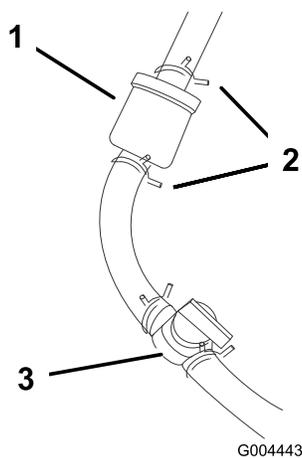

Figure 45
4. Fermez le robinet d'arrivée de carburant (Figure 45).
5. Pincez les extrémités des colliers et faites glisser ceux-ci pour les éloigner du filtre (Figure 45).
7. Montez un filtre neuf et rapprochez les colliers du collier pour fixer le flexible d'alimentation (Figure 45).